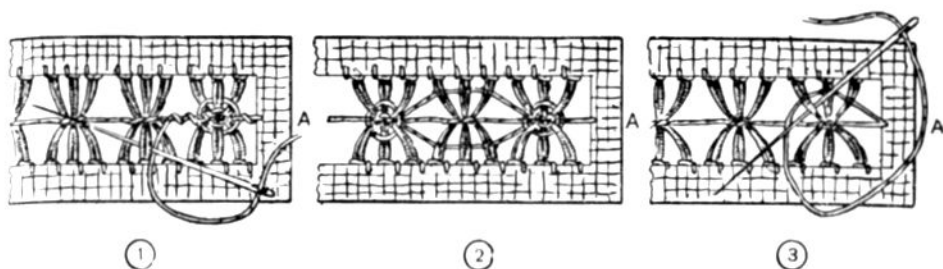

Рис. 211. Мережка «паучок» и цветной ниткой.
На одном соединении сделан «паучок». Все столбики следующего соединения обшиты ниткой (рис. 211 (2)). Первым стежком иголка с нит-
кой протягивается под столбиком, затем стежком за иголку столбик обшивается ниткой (рис. 211(3)).